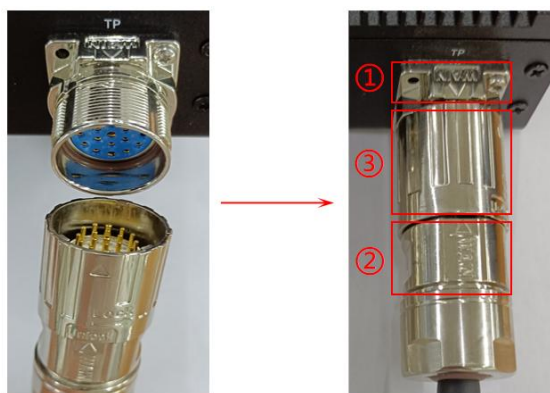

图 77 示教器电缆连接图
- 如图 77 所示，将示教器端接插件上的箭头②和控制柜上的【TP 接口】处接插件的箭头①对齐，下按到位后，将③顺时针旋转 90°（锁紧状态）即可。